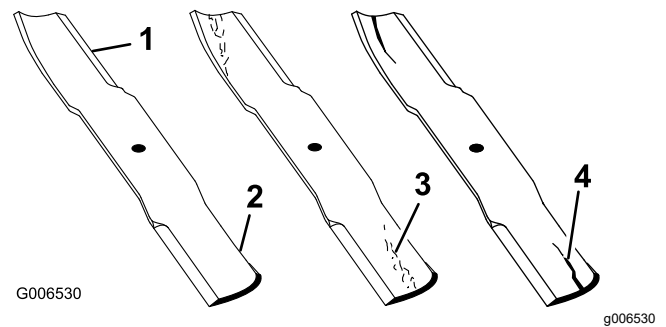

Bild 72
1. Untersuchen Sie die Schnittkanten (Bild 72).
4. Wenn Sie Risse, Verschleiß oder Rillenbildung in diesem Bereich feststellen, sollten Sie sofort ein neues Schnittmesser einbauen (Bild 72).